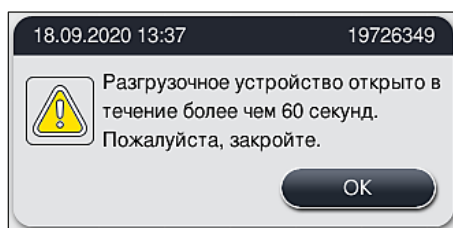

Рис. 89
- Если загрузочное устройство остается открытым в течение более 60 секунд, пользователь получает соответствующее информационное сообщение (→ "Рис. 89").